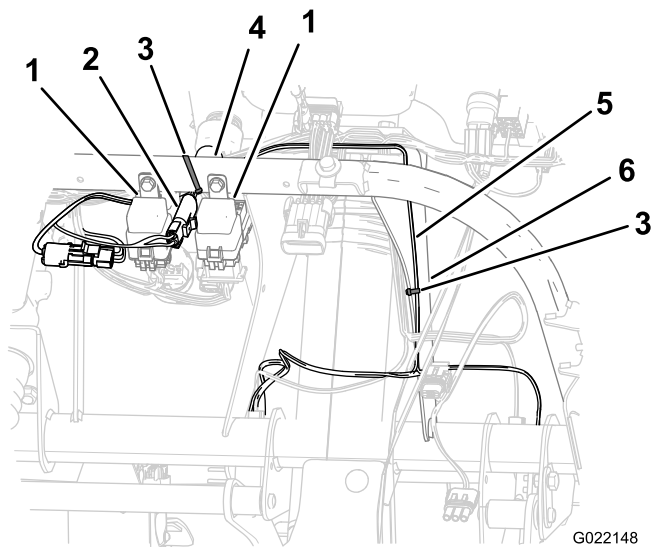

図 15
- A. 遅延タイマーのハーネスを、2つのリレーの間にあるシャーシチューブに、ケーブルタイで固定する（図 15）。
- B. インタラプタ用ワイヤハーネスを、ステアリングコラム用の車両外側ブラケットに固定する（図 15）。